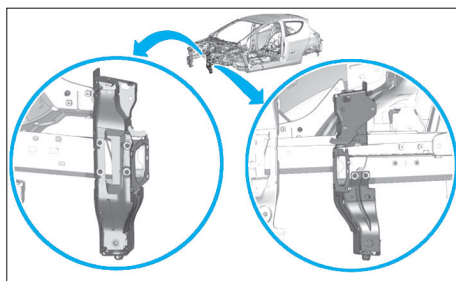

FIG. 9
- la traverse inférieure (2),
- la vis (3).
- la vis (3),
- l'allonge de berceau (1).
- Souder par points bouchons (Fig.9).